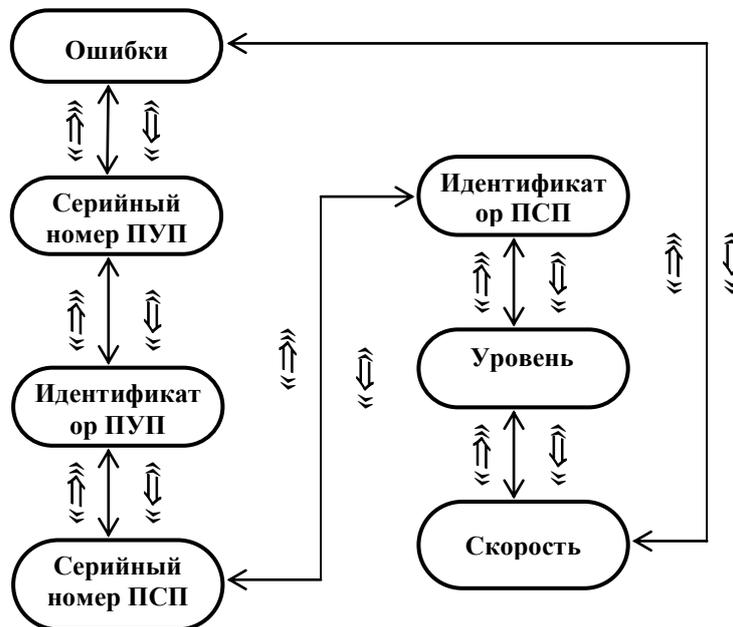

Рис. 11. Диагностическое меню БИТТ-01.
1.5.1.6. Переход в диагностическое меню осуществляется из меню объёма и расхода нажатием клавиши «F2». Пункты диагностического меню и переходы между ними отражены на рис. 11.